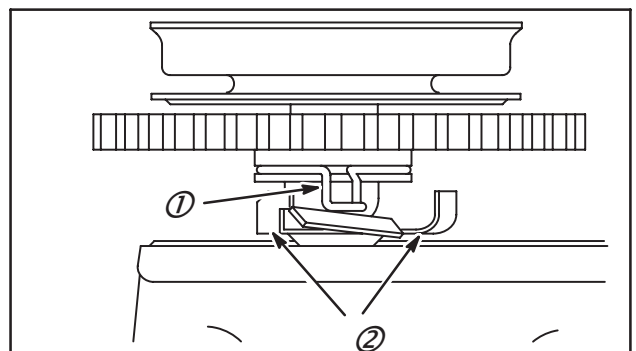

Fig. 28
5. Placer le pignon et la poulie assemblés sur l'axe avec la butée du ressort (1) entre deux arrêteurs de l'axe (2), Fig. 28.